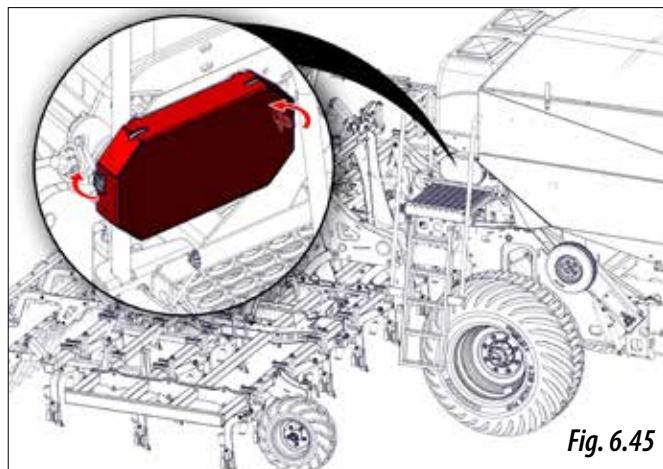

Fig. 6.45
- 1- Sacar el tapa cadenas, para ello deberá actuar sobre los dos cierres (Fig. 6.45).